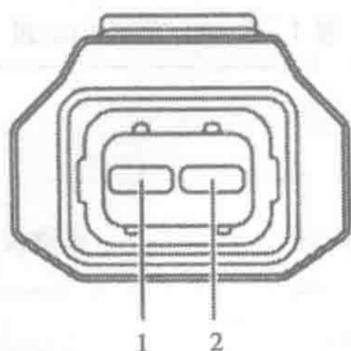

图 1-1-16 爆震传感器 (KS) 连接器端子图
8. 爆震传感器 (KS) 连接器端子图 (图 1-1-16) 及端子功能表 (表 1-1-8)